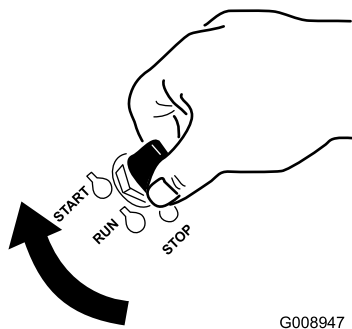

Figura 14
1. Girate la chiave di accensione in posizione di avvio (Figura 14). Rilasciatela quando il motore si accende.
6. Girate la chiave di accensione in posizione di avvio (Figura 14). Rilasciatela quando il motore si accende.